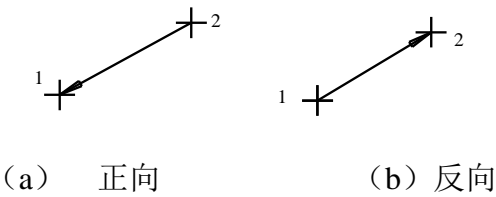

图 2-74 带箭头的直线
5) 还可以像画两点线一样绘制带箭头的直线，若选【正向】，则箭头由第二点指向第一点，若选【反向】，则箭头由第一点指向第二点，结果如图 2-74。